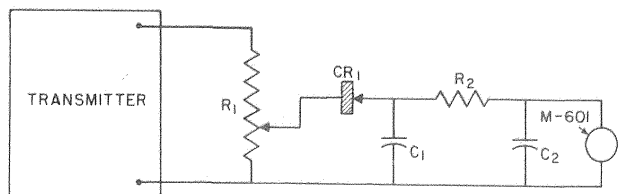

Fig. 2-3.
3. VOLTMETER CIRCUIT, Fig. 2-3.